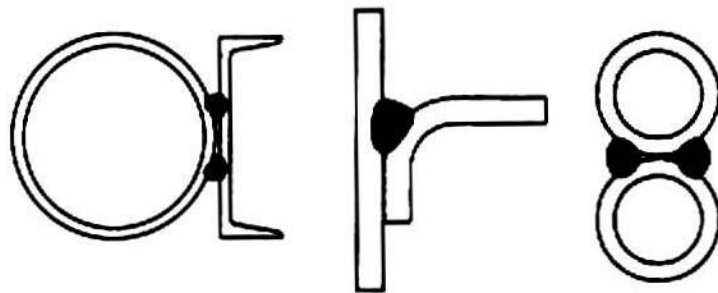

图 32 圆形或管状结构接头设计的示意
① 应避免焊接接头的坡口设计过大。例如一个圆形或管状结构和另一个圆形或管状结构的平直表面进行焊接时,就会存在两个问题,即根部熔合情况和是否烧穿。采用正确的接头设计可以得到良好的根部熔合并且不会产生烧穿,如图 32 所示。